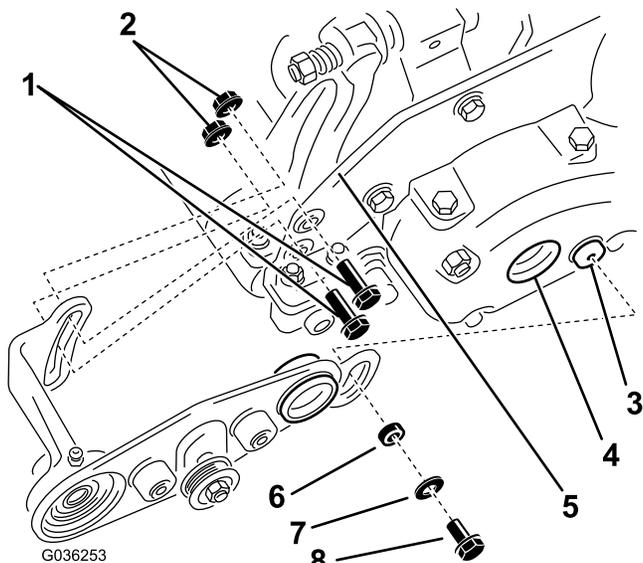

Figura 15
- B. Applicare un leggero strato di lubrificante sull'O-ring del supporto spazzola destra; vedere Figura 15.
- D. Inserite il pilota nel foro grande al centro del coperchio del groomer e fissate il lato anteriore del supporto della spazzola di destra alla flangia di estremità nel coperchio del groomer con il cuscinetto distanziale, la rondella e il bullone frenafiletto (5/16 x 5/8 poll.); fate riferimento a Figura 15.
- E. Attaccate il lato posteriore del supporto della spazzola di destra all'interno della piastra laterale dell'apparato di taglio con 2 bulloni frenafiletto (5/16 x 1 poll.) e 2 dadi flangiati (5/16 poll.); fate riferimento a Figura 15.